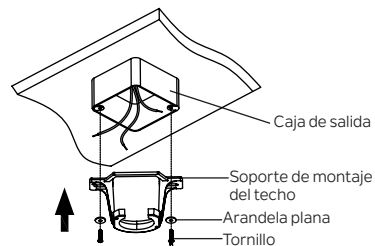

Figura 7
Paso 1. Antes de conectar el ventilador a la caja de salida (no incluida), asegúrese de que la caja de salida esté bien sujeta a al menos dos puntos de un miembro estructural del techo (una caja suelta hará que el ventilador oscile). Pase los cables de suministro de 120 voltios desde la caja de salida del techo a través del centro del soporte de montaje del techo. Instale el soporte de montaje en la caja de salida en el techo usando los tornillos y las arandelas incluidos con la caja de salida. (Figura 7)